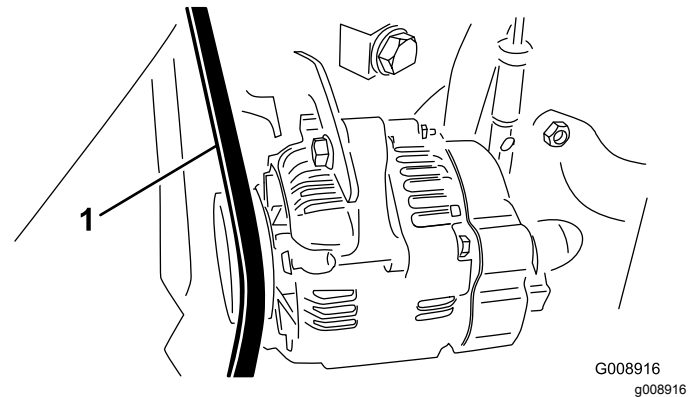

図 70
2. ベルト中央 オルタネータのプーリとクランクシャフトプーリの中間を  $30\text{N}\cdot\text{m}$   $3\text{kg} = 22\text{lb}$  の力で押してベルトの張り具合点検する 図 70。